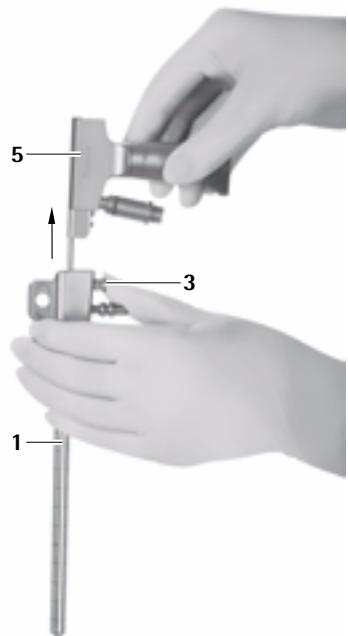

Fig. 8
- Tryck in urkopplingsknappen 3 och dra ur endoskopet 5 ur MINOP inVent-troakaren 1, se Fig. 8.